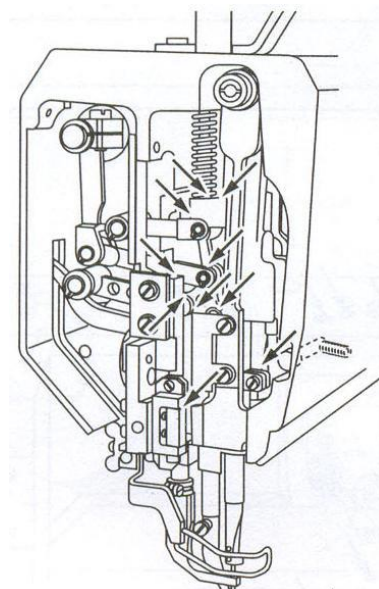

Рис. 9
11. Смазка головки машины (Рис. 9)
2. Смазывайте два раза в неделю все движущиеся элементы, указанные на Рис. 9;